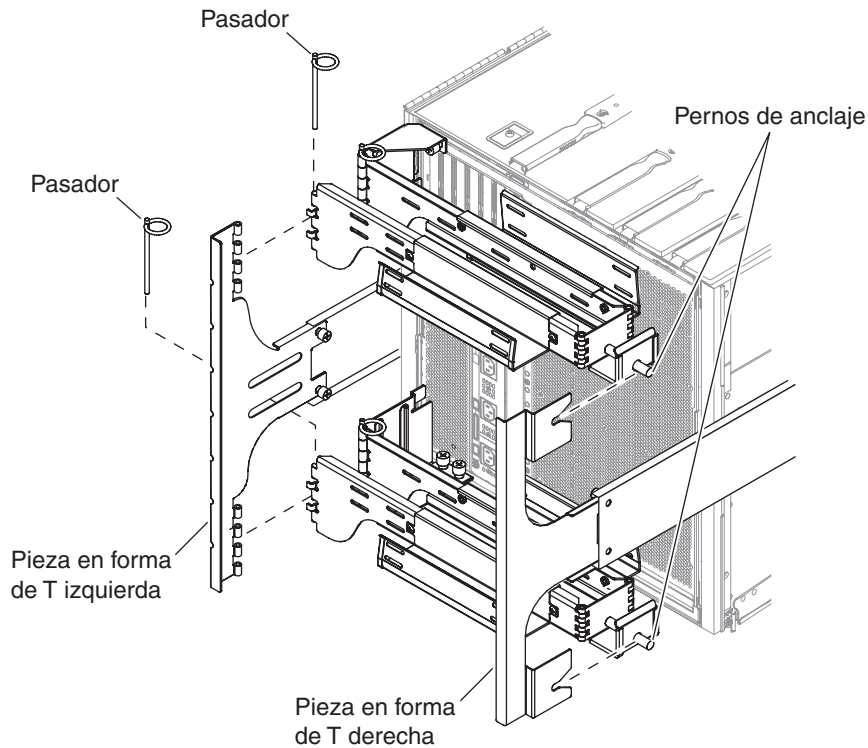

FIGURA 1-23 Montaje de las abrazaderas CMA superior e inferior en la pieza en forma de T
9. Fije la abrazadera CMA superior a la pieza en forma de T izquierda introduciendo el pasador en la bisagra, FIGURA 1-23.
10. Fije la abrazadera CMA inferior en la pieza en forma de T izquierda introduciendo el pasador en la bisagra, FIGURA 1-23.